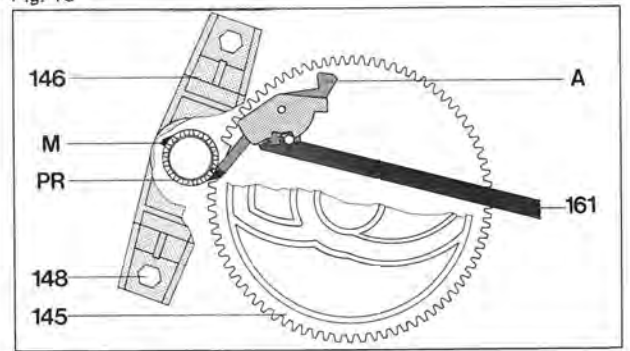

Fig. 16
Nach Abnehmen der Rastplatte **69** (nach vorne drücken und am hinteren Rand zuerst hochklappen) wird die Justierschraube (A) zugänglich. Wenn die Abtastnadel zu weit innen oder außen auf der Schallplatte aufsetzt, drehen Sie die Justierschraube (A) entsprechend nach rechts oder links (Fig. 16).